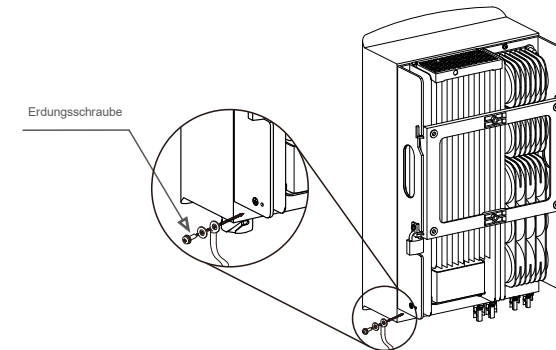

Abbildung 5.10 Befestigtes Kabel
- 6) Schließen Sie das Erdungskabel an den Erdungspunkt des Kühlkörpers an und ziehen Sie die Erdungsschraube fest. Das Drehmoment beträgt 3 Nm (siehe Abbildung 5.10).